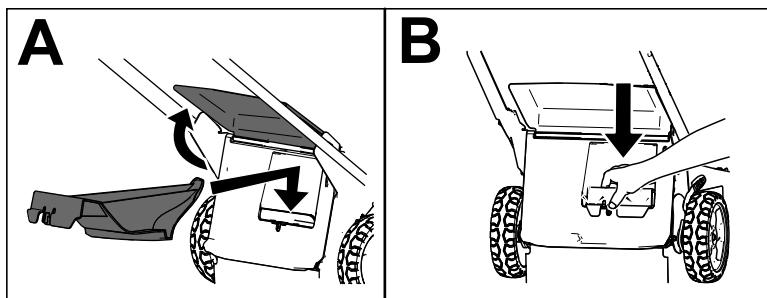

Bild 17
**Wichtig:** Stellen Sie sicher, dass die Heckauswurfklappe arretiert ist. Zum Arretieren der Klappe: heben Sie das hintere Ablenklech (A in Bild 17) an, drücken Sie die Klappe fest ein, bis sie einrastet (B in Bild 17).